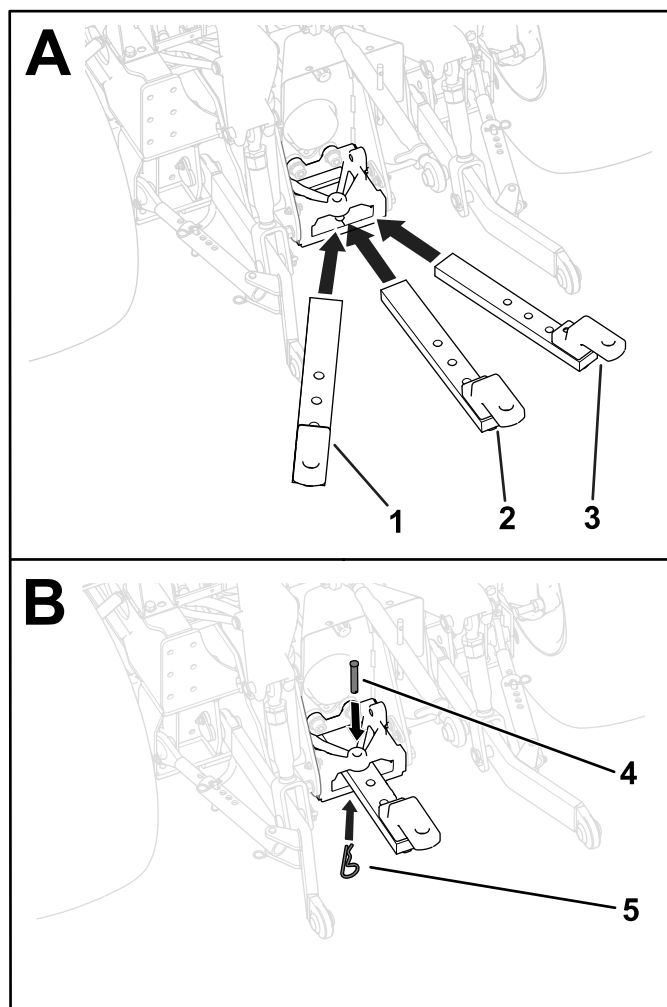

図 21
牽引バーは左寄せ位置、右寄せ位置、センター位置、いずれの位置にも取り付け可能です 図 21。アタッチメントにふさわしい位置を決め、以下の手順で取り付けてください。
1. 牽引バーサポートに牽引バーをセットする 図 21。
2. 牽引バーについている 3 ヶ所の取り付け穴のうちの 1 つにクレビスピンを通し、ヘアピンコッターを取り付ける 図 21。